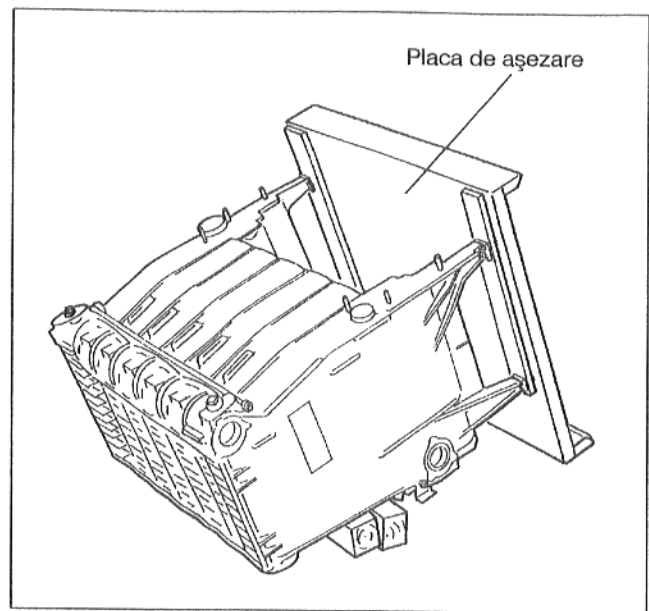

Fig. 12
- Placa de așezare se pune cu partea mai mare spre partea posterioară și se fixează în șuruburi, fiind poziționată ca în (Fig. 12).